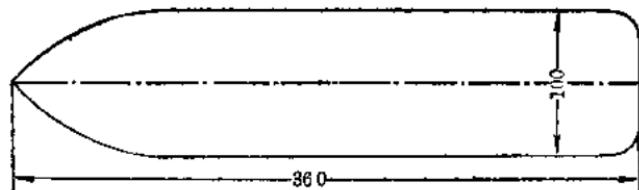

图 1
1. 做泥坯：用粘土或泥土做成自己设计的比较理想的船身，可按图1所示尺寸制作。制成以后放在通风处阴干，不要放在阳光下曝晒以免裂开。